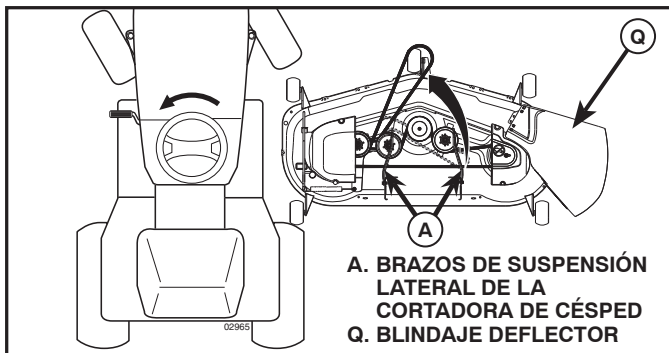

Fig. 25
4. DESLICE LA CORTADORA DE CÉSPED DEBAJO DEL TRACTOR (Vea Fig. 25)
**NOTA:** asegúrese de que los brazos de suspensión lateral de la cortadora de césped (A) estén orientados hacia adelante antes de deslizar la cortadora de césped debajo del tractor.